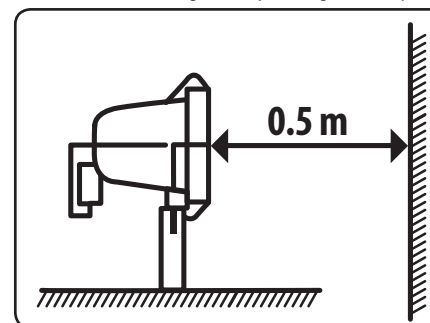
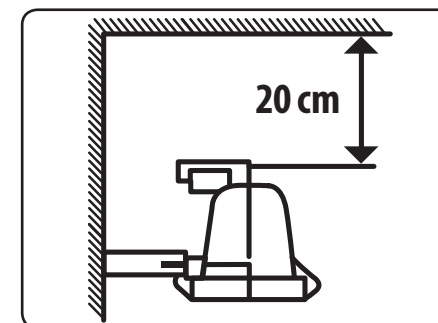

Abb.4
Abb.5
- Im Falle der Befestigung der Lampe an einen Untergrund mit Schrauben befestigen Sie diese 1-3 m über dem Fußboden. Die Entfernung der Lichtquelle direkt vom beleuchteten Objekt sollte mindestens 0,5 m betragen (Abb.4). Wird die Lampe in einer Ecke montiert, muss die Entfernung von der Decke mindestens 20 cm betragen (Abb.5). Das Gleiche gilt auch für die Anwendung der Lampe als tragbare Lichtquelle.